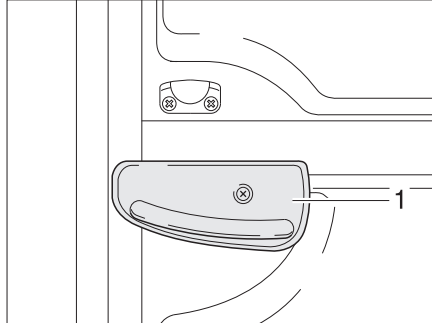

Fig. 24 Levier de verrouillage sur la partie inférieure de la porte
- Verrouiller la partie inférieure de la porte. Tourner le levier de verrouillage (Fig. 24,1) d'un quart de tour dans le sens des aiguilles d'une montre.